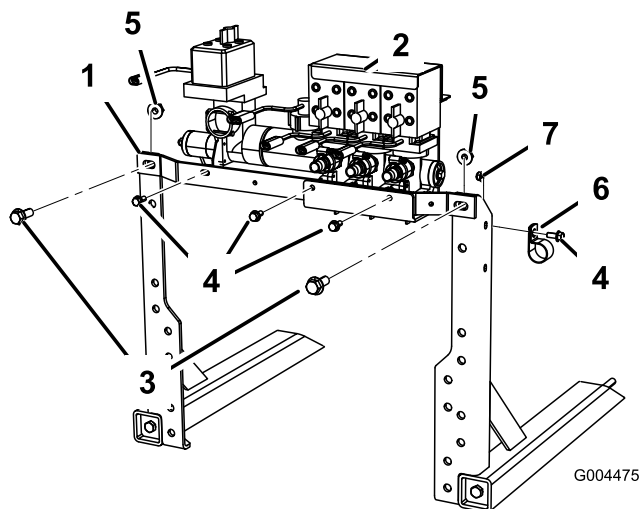

図 9
1. 先ほど取り外した締結具を利用して、バルブアップライト（直立部）に新しい横部材を取り付ける（図 9）。
2. バルブ・アセンブリを固定する；ボルト（5/16 x 3/4 インチ）を使用する；図 9 を参照。
3. 右ブームアップライトにホースクランプを取り付ける（図 9）。
1. 車体前部から伸びている中央ブーム用給液ホースを探し出し、このホースを、右側ブームアップライト（図 9）に取り付けられているRクランプに通し、そこから下へ伸ばして中央ブームアセンブリのフレームについているグロメット（ハトメ）に通す。